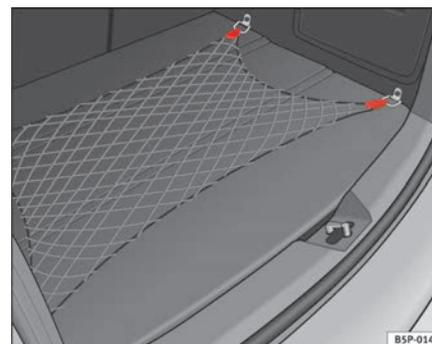

Fig. 108 Filet de rangement du coffre à bagages
- Utilisez les anneaux d'amarrage présents sur les côtés du coffre à bagages pour fixer le filet de rangement ⇒ fig. 108.